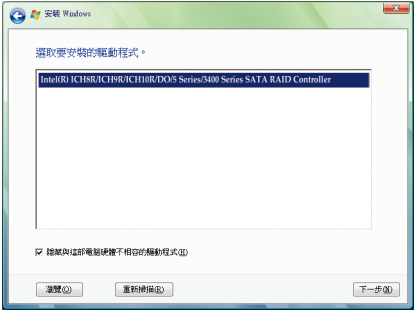

图5
当出现图5的画面后请选择「Intel(R) ICH8R/ICH9R/ICH10R/DO/5 Series/3400 Series SATA RAID Controller」驱动程序并按「下一步」。